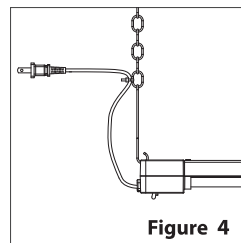

Figure 4
6. Zip tie cord to chain (see Figure 4)
6. Attachez le cordon à la chaîne (voir la figure 4).